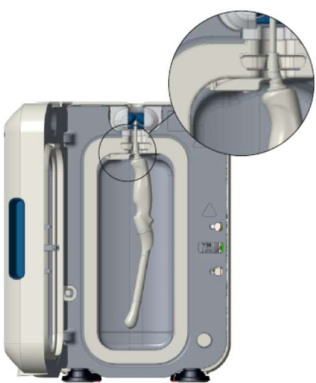

图 3
- **IPP** インテグレートッドプローブポジショナーは、プローブを trophon チャンバーにセットしやすくするためのメカニズムで、trophon2 および trophon3 の本体に統合されており（図3 参照）、認可済みの湾曲プローブ製品すべてに対応できます。インテグレートッドプローブポジショナーの使用方法については、trophon の取扱説明書をご覧ください。